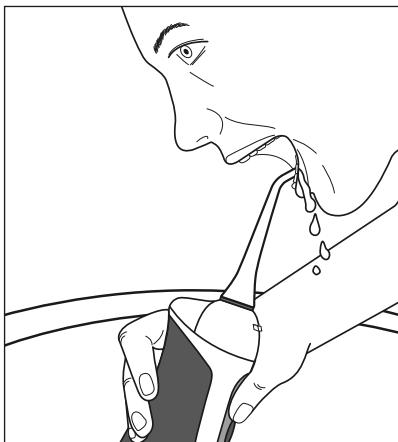

Abb. 1
- Achten Sie darauf, dass Sie während der Benutzung die Luftzuflühröffnungen ④ auf der Rückseite des Handteils ⑤ nicht mit den Fingern verschließen.
- Halten Sie während der Benutzung das Handteil ⑤ zu schräg, kann Wasser aus den Luftzuflühröffnungen ④ austreten.
- Das Handteil ⑤ schaltet sich automatisch nach ca. 50 Sekunden (jet)/ca. 60 Sekunden (normal)/ ca. 70 Sekunden (soft) aus, auch wenn sich noch Wasser im Wassertank ⑥ befindet.
- 4) Führen Sie den Aufsatz **2** in den Mund, um umherspritzendes Wasser zu vermeiden. Beugen Sie sich über das Waschbecken und halten Sie das Handteil **5** möglichst aufrecht (siehe Abb. 1). Die Düse **1** des Aufsatzes **2** ist auf die Zähne/Zahnzwischenräume gerichtet.